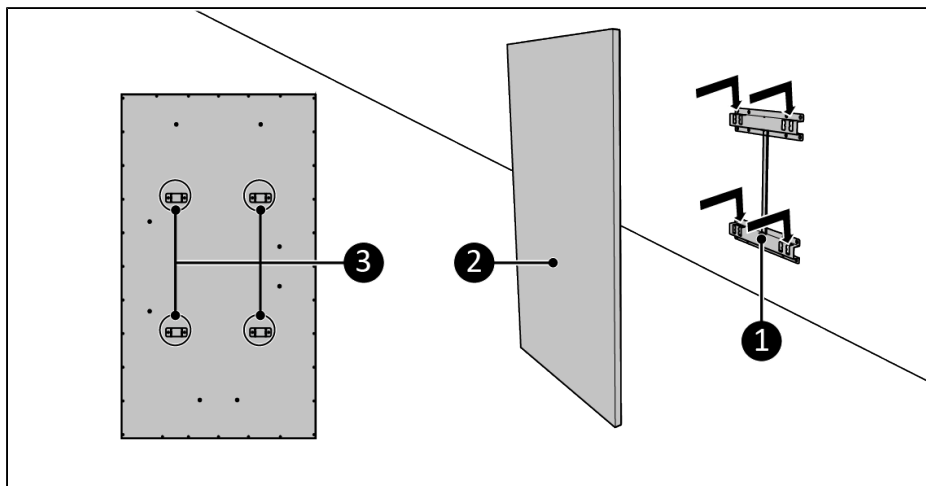

Figure 75.
5. Placez les supports de l'appareil (Figure 75, pos. 3) sur le support mural (Figure 75, pos. 1).
6. Glissez l'appareil (Figure 75, pos. 2) dans les ouvertures du support mural (Figure 75, pos. 1).